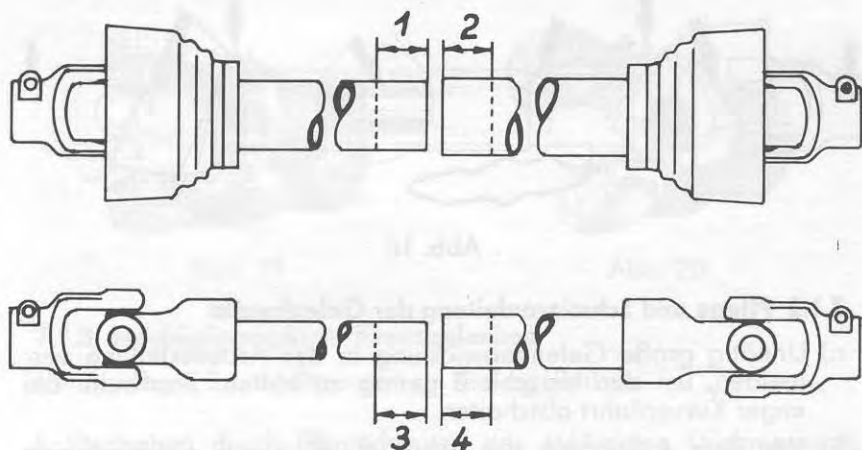
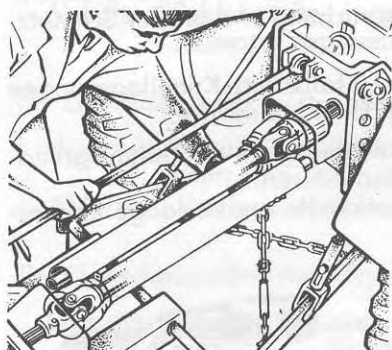
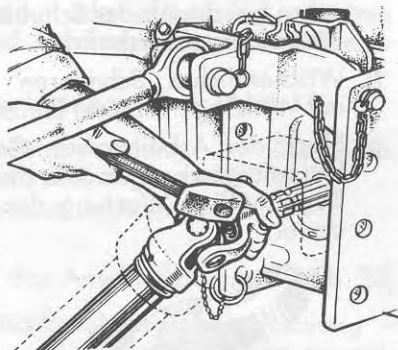

Abb. 13
Abb. 14
Abb. 15
Nach der richtigen Einhängung wird die Gelenkwelle angeschlossen. Es ist hierbei darauf zu achten, daß die Schiebepuffer der beidseitigen Schnellkupplung richtig eingerastet sind. Bei weitester Winkelstellung ist die Gelenkwelle auf genügend Rohrüberdeckung zu kontrollieren. Dabei ist zu berücksichtigen, daß zu lang gewählte Rohre die Gelenkwelle bei Kurvenfahrten beschädigen. Bei der Verschiedenartigkeit der Zapfwellenlage am Schlepper ist eine Längenkorrektur oft erforderlich (siehe Abb. 13). Diese Korrektur muß bei beiden Profilrohren sowie am Gelenkwellenschutz vorgenommen werden und ist zweckmäßigerweise von einem Fachmann vorzunehmen. Abb. 14 zeigt, wie man das richtige Längenmaß der Rohre findet. Das Schlagwerkzeug beim Ankuppeln der Gelenkwelle nie anders als in Abb. 15 ansetzen!
- b) Vor dem Ankuppeln die Anschlußwellen auf einwandfreien Zustand überprüfen und Einrasten der Schnellverschlüsse beachten. Niemals Schlagwerkzeug anders als in Abb. 15 gezeigt ansetzen.